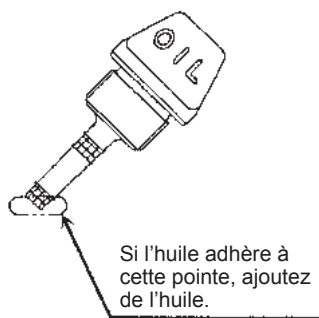
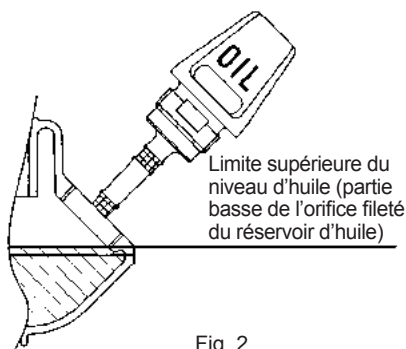

Fig. 1
Fig. 2
- Lorsqu'il manque de l'huile et que seule la pointe de la jauge d'huile touche l'huile, notamment quand la jauge serte insérée dans le carter du moteur sans se visser (Fig. 1), versez de l'huile dans l'orifice du réservoir (Fig. 2).
(Reportez-vous à la Fig. 2 de la page précédente).